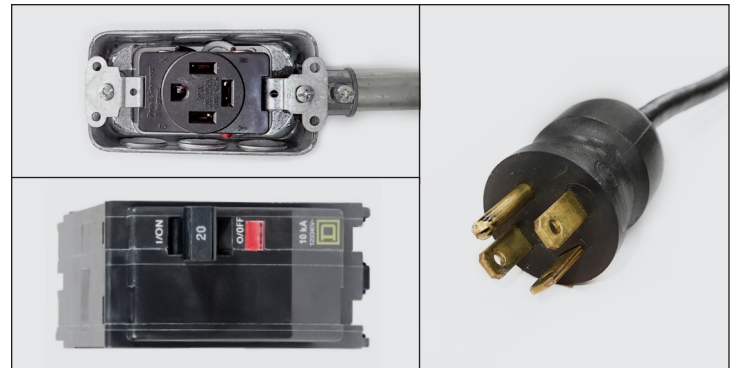
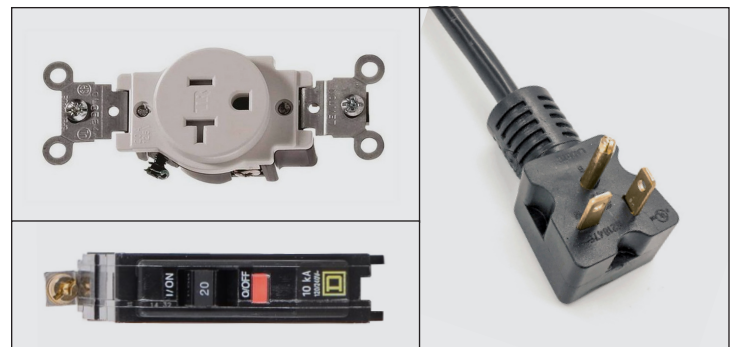

Fig. 1. Configuración de cuatro (4) cables y NEMA 14-20P/20R de cuatro (4) clavijas.
Fig. 2. Configuración de tres (3) cables y NEMA 5-20P/20R de tres (3) clavijas.
Siga las instrucciones a continuación para convertir su equipo TRUE de un circuito de cuatro (4) cables y un NEMA 14-20P de cuatro (4) clavijas (consulte los componentes en la fig. 1) a un circuito de tres (3) cables y un NEMA 5-20P de tres (3) clavijas (consulte los componentes en fig. 2).